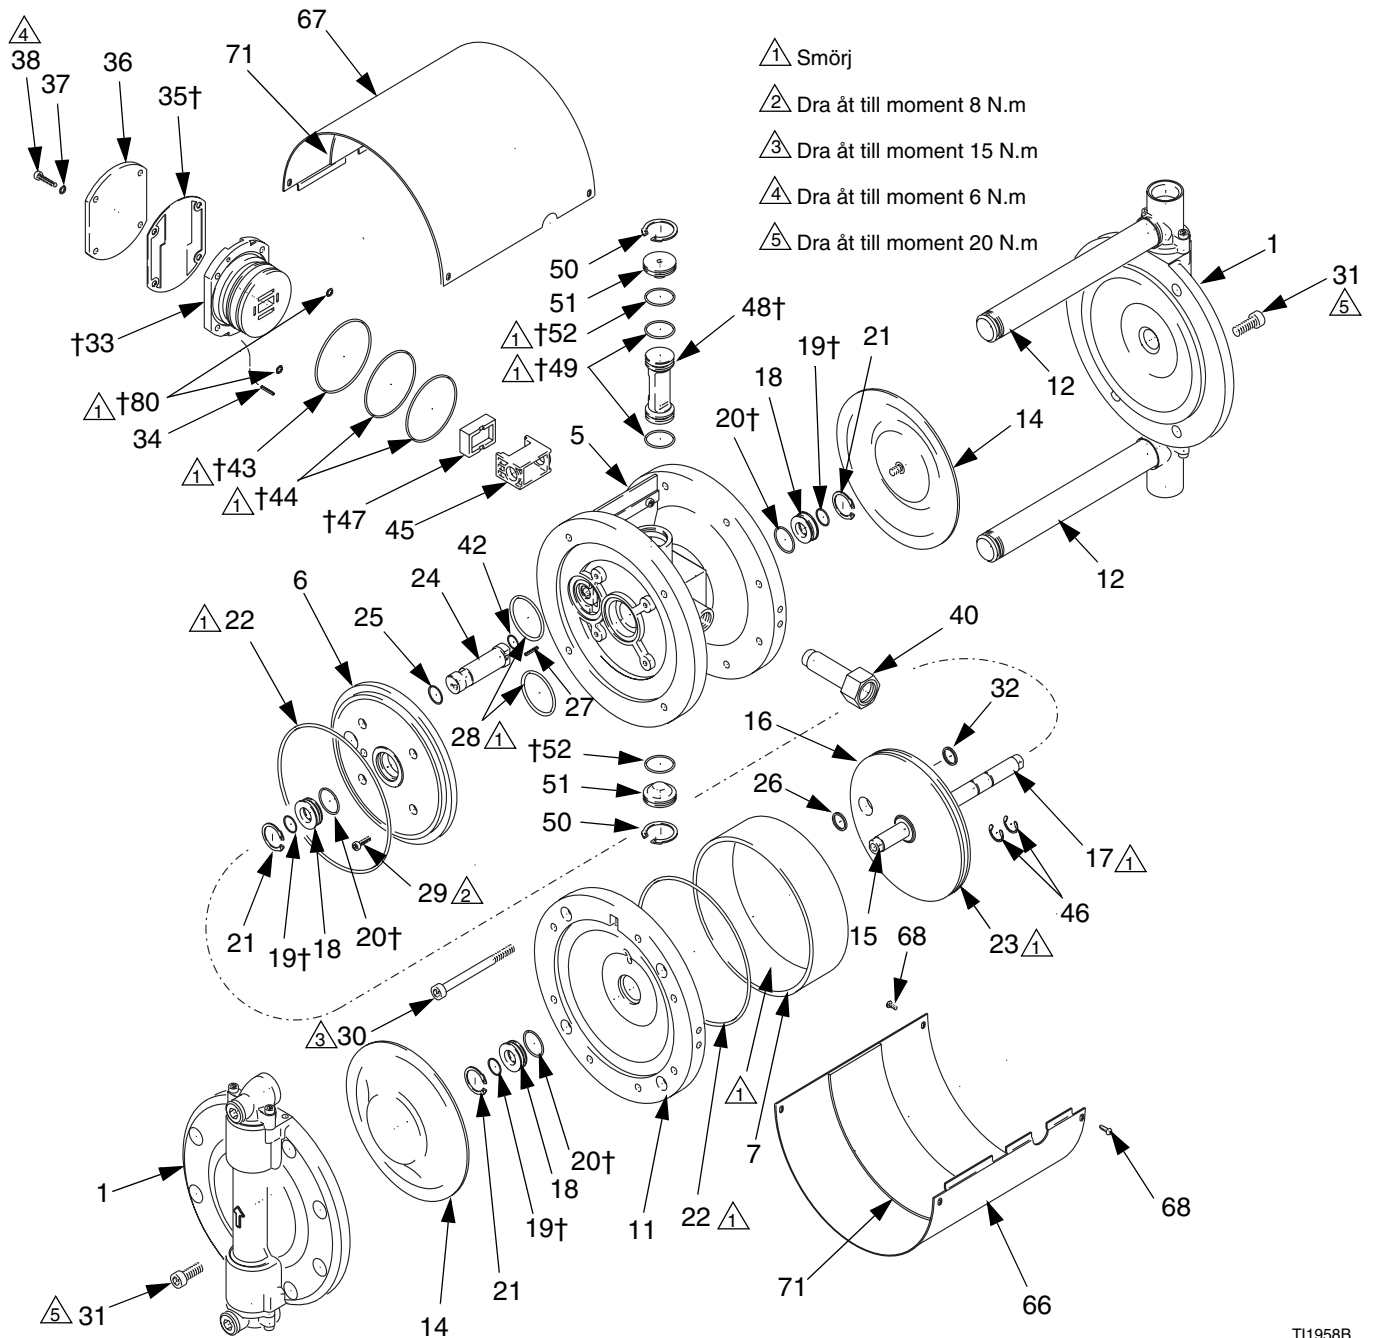

FIG. 7. Reparation av luftventil
2. Skruva bort skruvarna (31) på ena vätskelocket (1). Dra av locken och ta bort det från vätskerören (12). Se FIG. 7.
3. Skruva bort skruvarna (31) och det andra vätskelocket (1) med vätskerören (12) sittande kvar.
4. Ta bort luftintagskopplingen (40).
5. Skruva bort skruvarna (68) och övre (67) och undre (66) locken.
6. Ta bort membranen (14), sidan 16.
7. Skruva bort de fyra skruvarna (38) och brickorna (37) luftventilkåpan (36) och packningen (35)
8. Vicka ut luftventilsätet (33) ur huset (5) med två skruvmejslar i urtagen på sätet. Ta bort o-ringarna (43, 44 och 80) från sätet.
9. Ta bort koppen (47) från mitthuset
10. Ta bort de två låsfjädrarna (46) från axeln (17).
11. Skruva bort skruvarna (30) utvändiga cylinderkåpan (11) och cylindern (7). Tappa inte bort o-ringarna (22).
12. Dra ur kolven (16) och axeln.